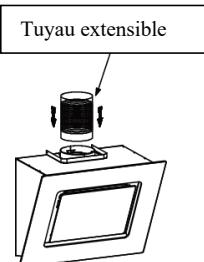

Fig. 3
5. Apposez le tuyau d'évacuation sur le clapet comme illustré ci-dessous et fixez-le à l'aide de serre-câbles. Les deux extrémités du tuyau sont différentes : une extrémité dispose d'un anneau en plastique, l'autre non. L'extrémité sans anneau plastique est conçue pour l'installation sur le clapet (voir fig. 3 et 4).